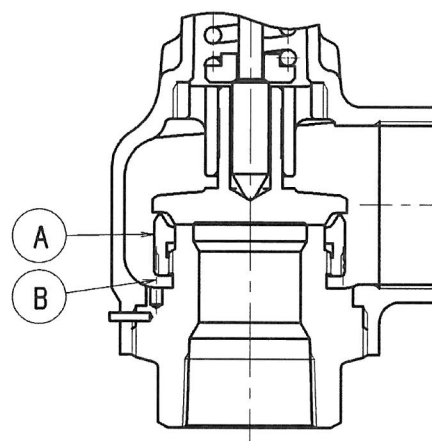

図 3
3-2 吹下がり圧力の調整 (図 3)
(1) SD120 はシンプル設計で調整リングが弁座と一体化されていて、調整ができません構造となっています。
(2) SC120 は以下の要領で調整出来ます。(図 3)